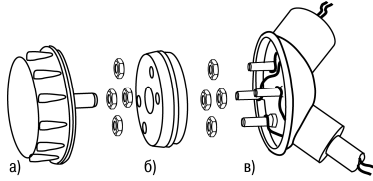

Рисунок 6.1 – Монтаж преобразователя в коммутационной головке первичного датчика
6.1 В соответствии со схемой, приведенной на рисунке 3.1, производится подключение соединительных кабелей источника питания и датчиков к четырём клеммным винтам, запрессованным в корпус коммутационной головки первичных датчиков (см. рисунок 6.1, а). Соединительные кабели закрепляются на винтах четырьмя гайками М4 с использованием нормальных шайб (по ГОСТ 11371-68).
6.2 В корпусе преобразователя расположены четыре сквозных отверстия диаметром 4,5 мм с запрессованными клеммными втулками. Этими отверстиями преобразователь надевается на клеммные винты корпуса коммутационной головки (см. рисунок 6.1, б). Подключение преобразователя к корпусу коммутационной головки следует выполнять по схемам, приведенным на рисунках 3.1 и 3.3.